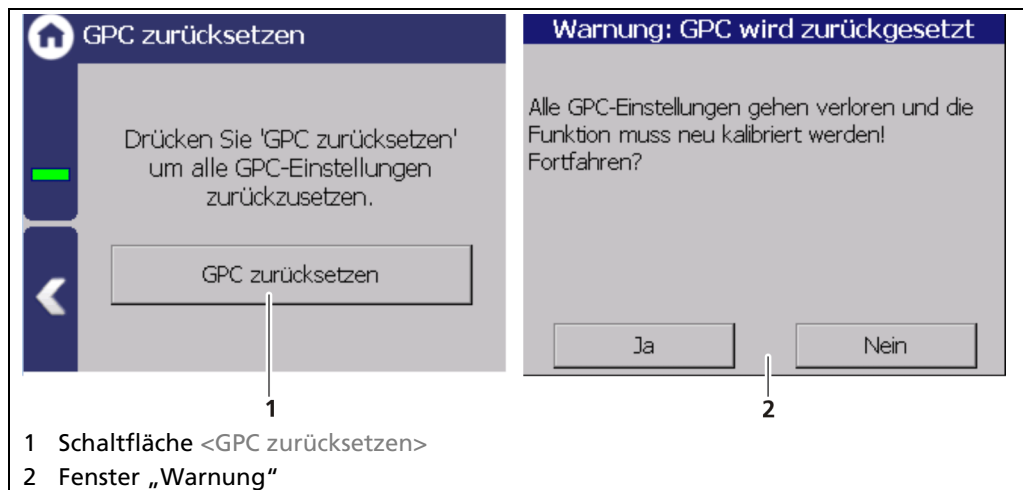

Abb. 98 GPC zurücksetzen
1. Klicken Sie auf die Schaltfläche < GPC zurücksetzen > (Abb. 98, Pos.1).
► Eine Bestätigungsmeldung (Abb. 98, Pos. 2) erscheint.